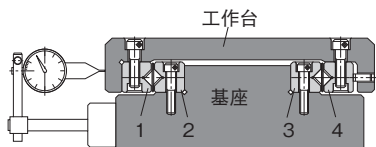

图1 交叉滚柱导轨的安装
(3) 基座与工作台按图1所示位置关系进行安装, 滚柱保持器由端部插入。这时, 保持器若没有间隙插不进时, 可将轨道4往调整螺栓侧挪动后再行插入。
(4) 如图1所示, 设置好千分表。然后一边左右轻推工作台, 一边将所有调整螺栓轻轻地拧入, 直到左右没有间隙为止。
(5) 在轨道端部安装挡块。
(6) 移动工作台, 通过校正保持架的位置确保得到所要求的行程长度。